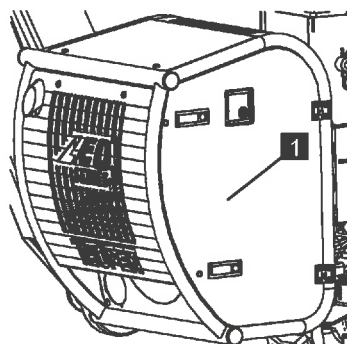

Abb. 191
1. Abdeckung (Abb.191/1) öffnen.